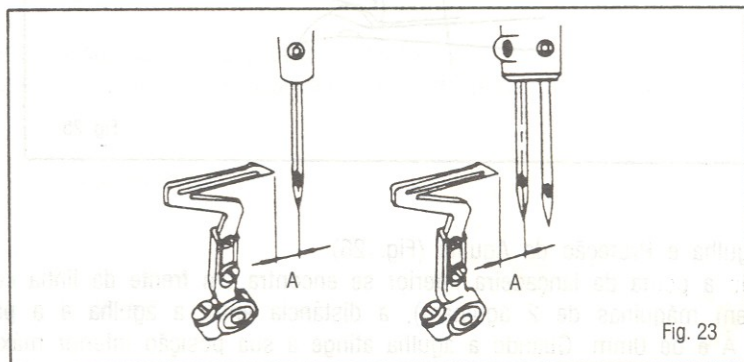

Fig. 23
(3) Lançadeira Inferior e Agulha (Fig. 23, 24)